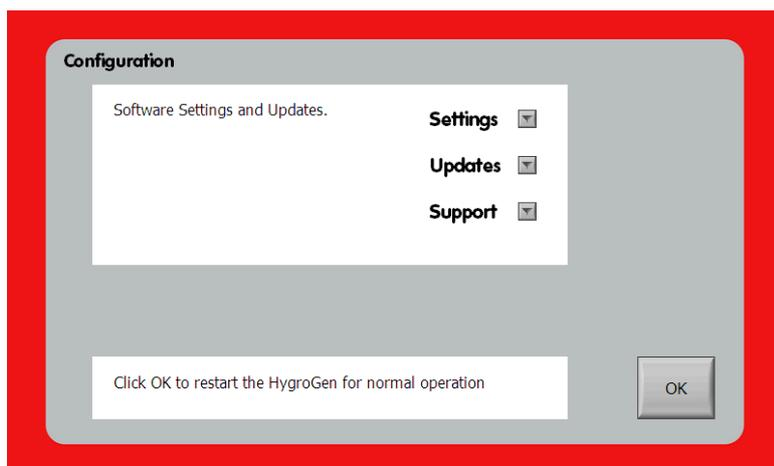

Figure 1 : mode de configuration
- b. Mettez l’appareil en service en appuyant une fois sur l’interrupteur principal (voir figure 1(1) ci-dessus).